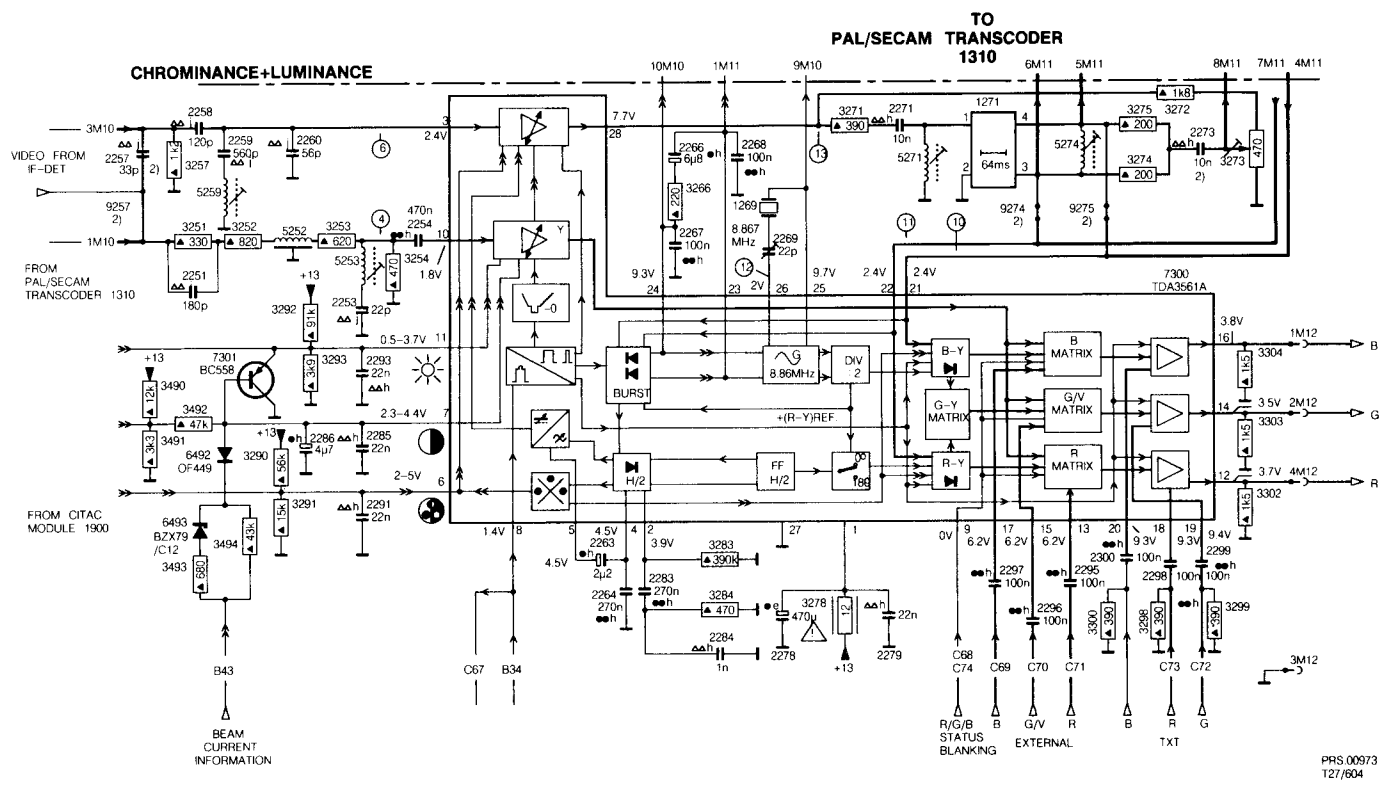

Fig. 5-1
5.1 Luminanzschaltung (Bild 5.1)
5.2 Chrominanzschaltung für PAL (Bild 5.1)